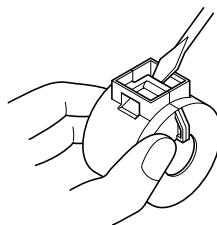

Abb. 3-1
- Der Ferritkern wird offen geliefert, wie in Abb. 3-2 gezeigt. Sollte ein Ferritkern nicht offen sein, öffnen Sie den Plastikverschluß des Ferritkerns mit einem spitzen Gegenstand (Abb. 3-1). Achten Sie darauf, daß Sie weder den Ferritkern, noch den Plastikverschluß beschädigen, wenn Sie dies tun.